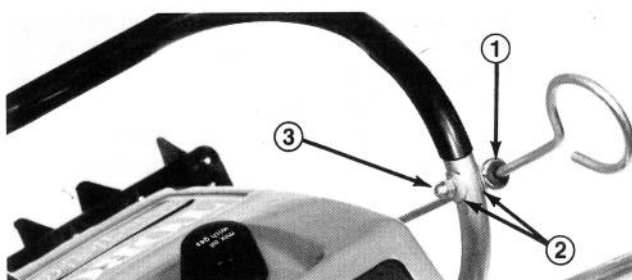

Figure 2
2. Montez la commande des ailettes sur le mancheron inférieur à l'aide d'un boulon à oeil, de deux rondelles courbes spéciales et d'un écrou à tête (Fig. 2). Notez la position des rondelles.